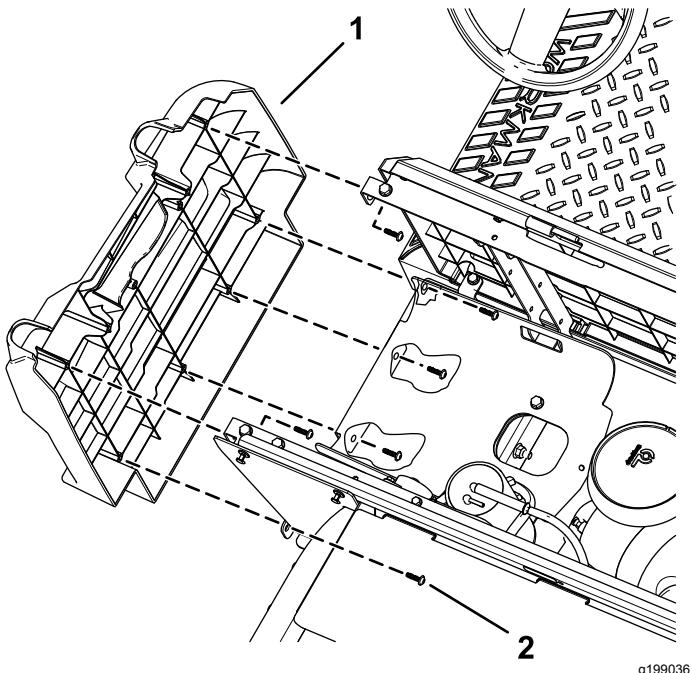

Рисунок 9
4. С помощью торцевого ключа T30 отверните 6 винтов с головкой Torx (M6,0 x 22 мм) с левой боковой панели и снимите боковую панель (Рисунок 9).